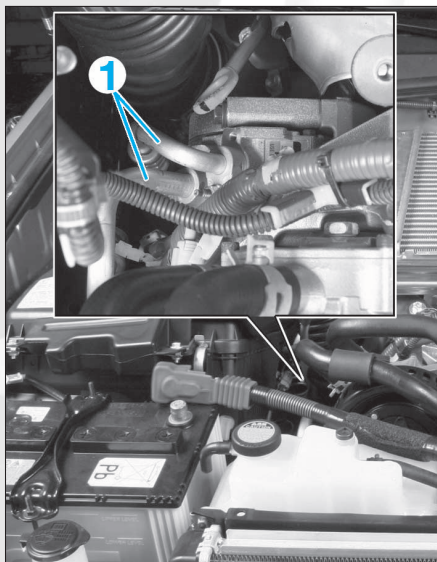

FIG. 21
- Déposer les conduites (1) sur le compresseur (fig. 21).